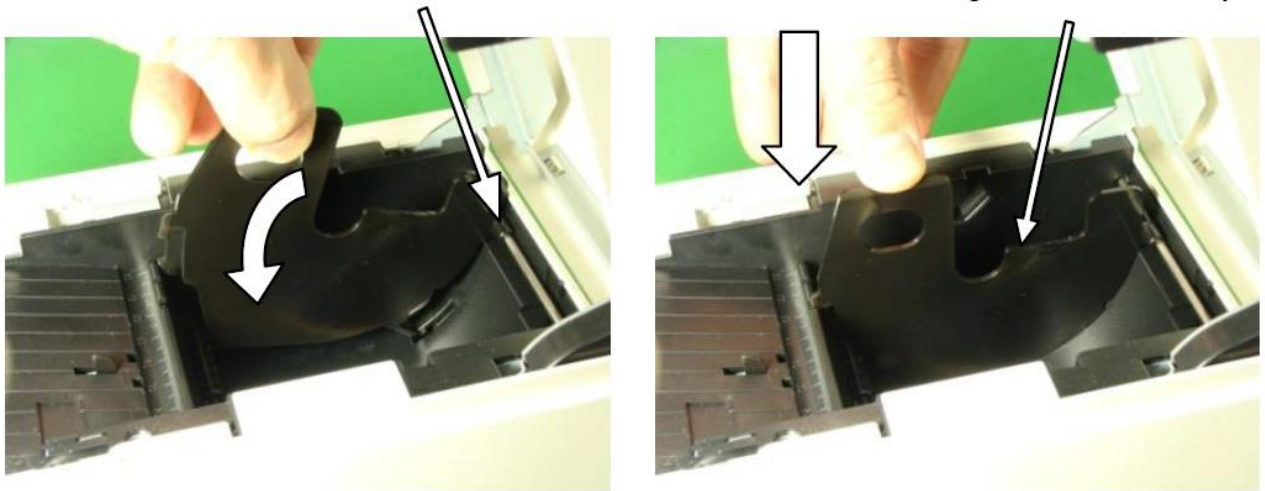

Рисунок 12
- встановити обмежувач для ширини рулону паперу на необхідну ширину (рисунок 12);